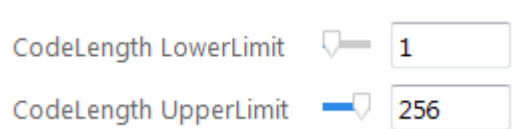

图5-11 条码长度的方式
3) 图 5-11 为在 Reading Setting 属性里面设置条码字符数的方式